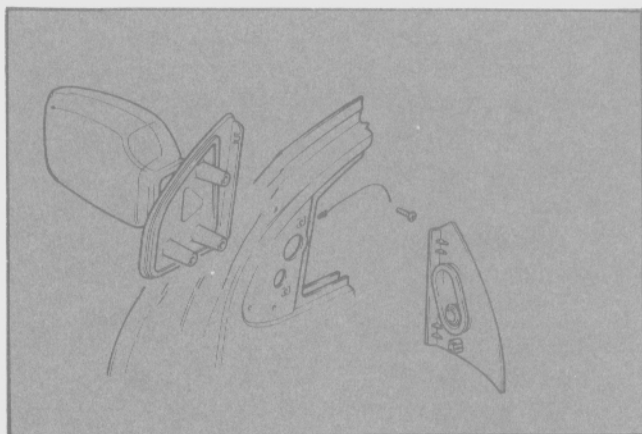

Fig. 47 - Instalación del espejo retrovisor control manual.
- Extraer los tres tornillos de retención y retirar el espejo retrovisor conjunto (Fig. 47).
- Instalar los tres tornillos de retención. Ajustarlos convenientemente (Fig. 47).